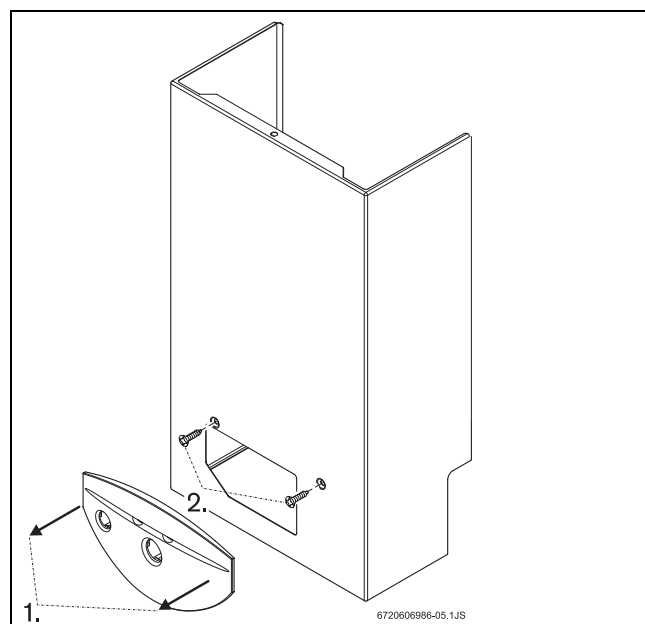

Fig. 14 Enlever la partie frontale.
- Enlever le bandeau de commande de l'appareil ; pour ce faire, le tirer légèrement vers soi (Fig. 14, rep. 1).
- Desserrer les deux vis (Fig. 14, rep. 2).